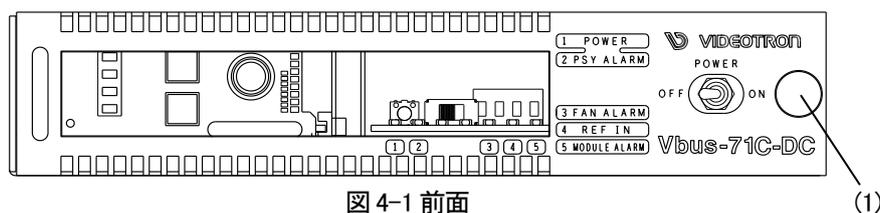

図 4-1 前面
(1) 前面パネルを取り外します。
- ・前面パネル固定用ネジ図 4-1(1)を十分に緩め、前面パネルをゆっくり右斜め手前に引いてカバーを取り外します。